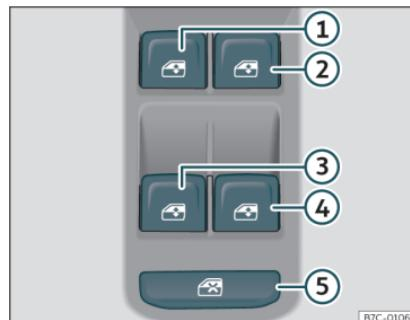

Fig. 91 Detalle de la puerta del conductor: mandos para las ventanillas.
Mediante el mando de seguridad »» **fig. 91** ⑤ de la puerta del conductor puede desactivar las teclas de los elevalunas de las puertas traseras.